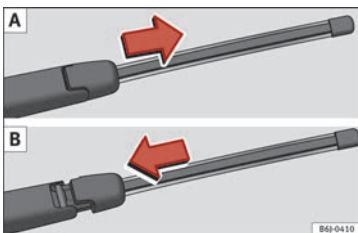

Fig. 90 Retirer et mettre en place le balai d'essuie-glace arrière.
- Faites glisser l'adaptateur du balai dans le sens de la flèche et retirez le balai » » **fig. 90 A**.
- Placez le balai comme indiqué sur la figure » » **fig. 90 B** puis faites glisser l'adaptateur jusqu'à ce qu'il s'emboîte.